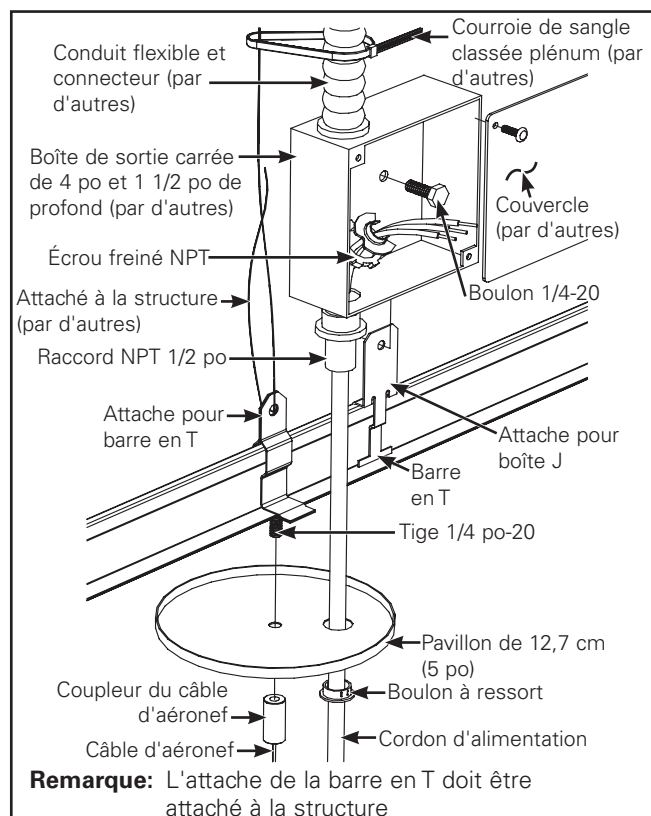

Figure 1. Alimention
1. Disposition des emplacements de montage (Figure 1).